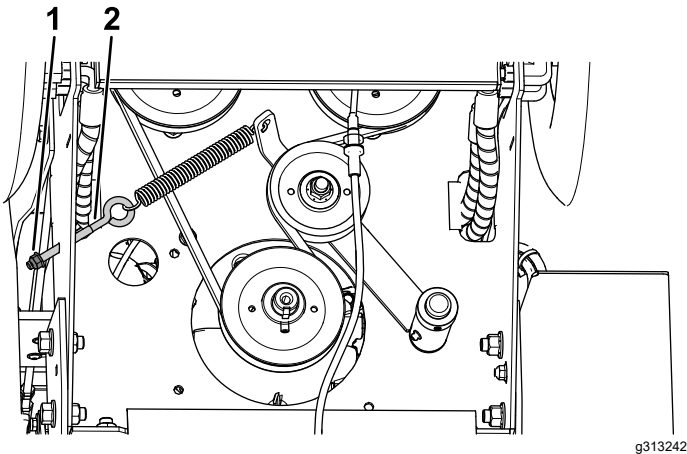

Figura 91
3. Sujetando el perno de anilla, afloje la contratuerca del perno de anilla para eliminar la tensión del muelle (Figura 91).